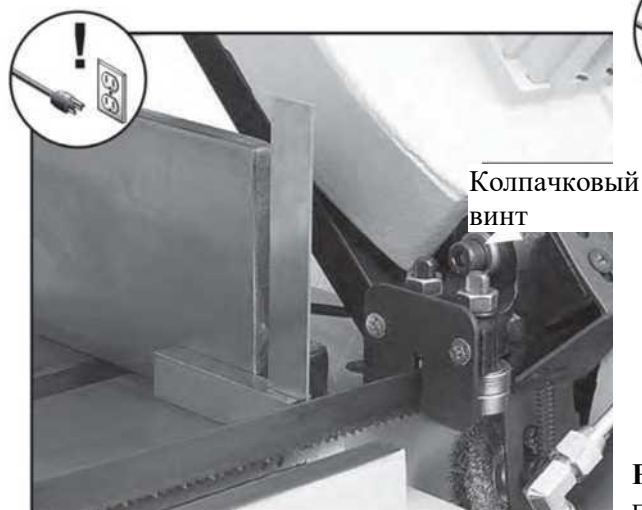

Рисунок 29. Угольник, установленный на станину стола у края ленточного полотна.
3. Поставьте угольник на станину стола и у края ленточного полотна (см. **Рисунок 29**), и проверьте различные точки по длине стола между направляющими полотна.